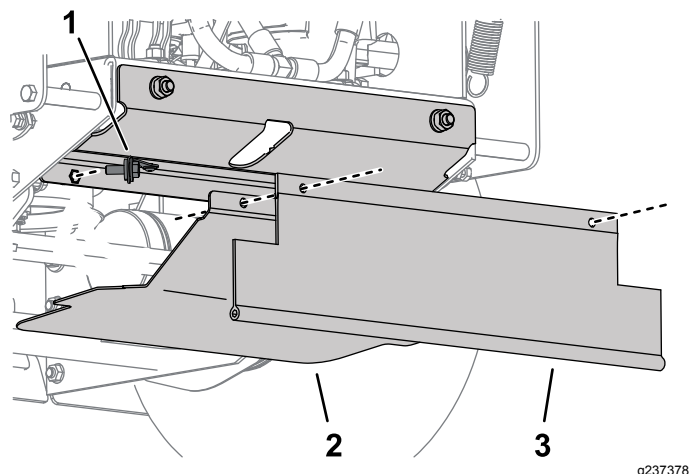

Figure 9
- Faites un essai de pose de la protection inférieure et ajustez la position de la protection de la poulie d'entraînement au besoin (Figure 9).
puis fixez-les à l'aide des boulons retenus dans les cordons de la protection de poulie d'entraînement (Figure 9).